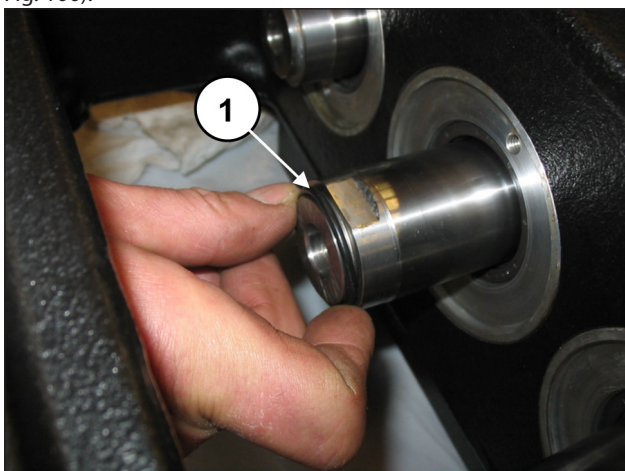
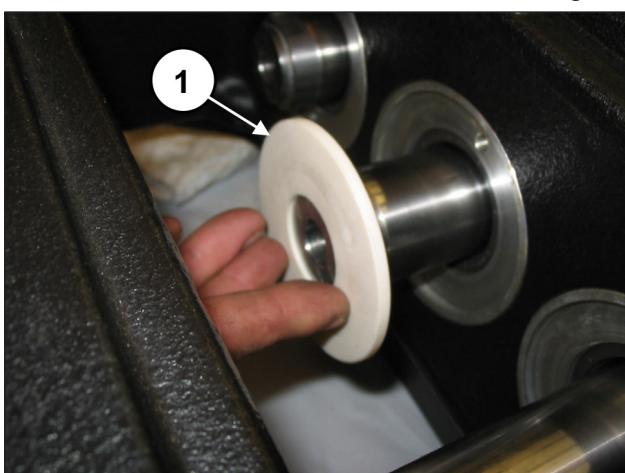

Fig. 99
Fig. 100
Posicione a proteção contra respingos completa do anel circular no compartimento da guia do pistão (pos. ①, Fig. 99 e Fig. 100).